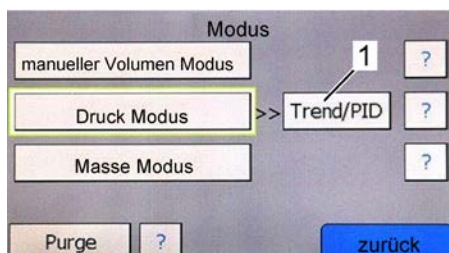
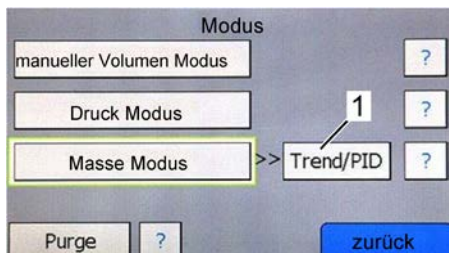

Abb. 85: Trend und PID, Druck Modus
Abb. 86: Trend und PID, Masse Modus
1. Die Schaltfläche "Trend/PID" (Abb. 85/1) oder "Trend/PID" (Abb. 86/1) im Menü **Modus** betätigen.